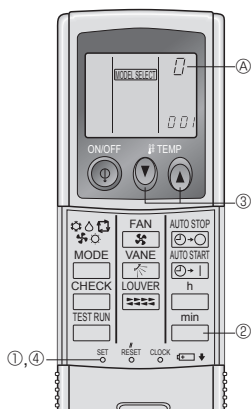

Рис. 6-4
4) Приписание пульта дистанционного управления отдельным приборам (Рис. 6-4)